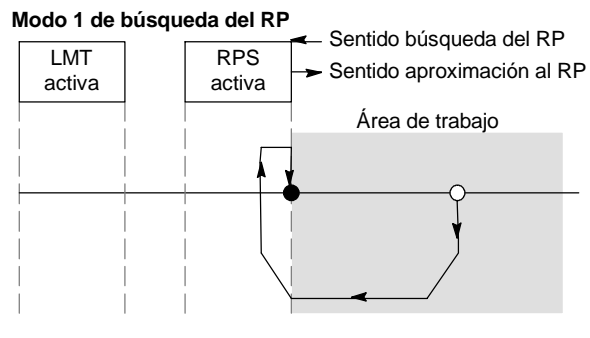

Figura 9-16 Secuencia estándar de búsqueda del RP (diagrama simplificado)
- ❑ El módulo de posicionamiento incorpora un sensor del punto de referencia (RPS) que se utiliza para buscar el RP. El RP se identifica utilizando un método para ubicar la posición exacta, conforme al sensor del punto de referencia (RPS). El RP puede estar ubicado en el centro del área RPS activa, en el borde de esa área, o bien a un número determinado de impulsos cero (ZP) del borde de esa área.
Es posible configurar la secuencia que utiliza el módulo de posicionamiento para buscar el punto de referencia (RP). La figura 9-16 muestra un diagrama simplificado de la secuencia de búsqueda estándar del RP. Las opciones siguientes pueden seleccionarse para la secuencia de búsqueda del RP: